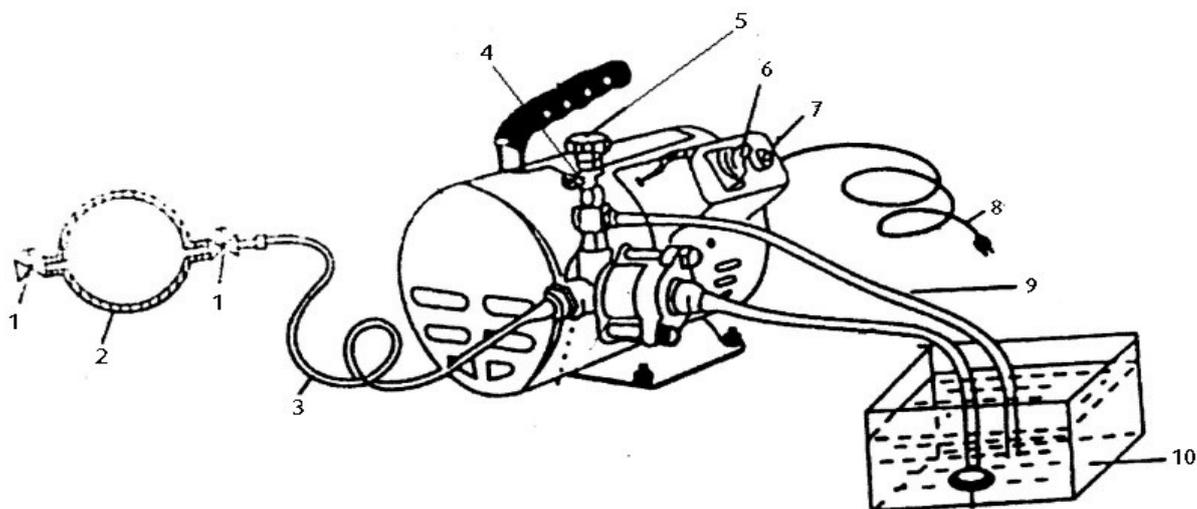

Рис. 1
- Опустите всасывающий шланг с сетчатым фильтром и сливной шланг в бак для воды (подходит любая емкость) (Рис. 1).